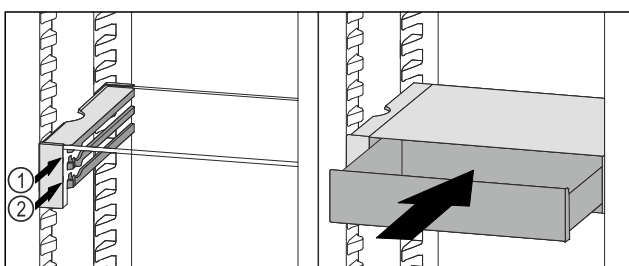

Fig. 103
- ▶ Placer le tiroir VarioSafe derrière les butées sur la nervure désirée Fig. 103 (1) ou Fig. 103 (2).